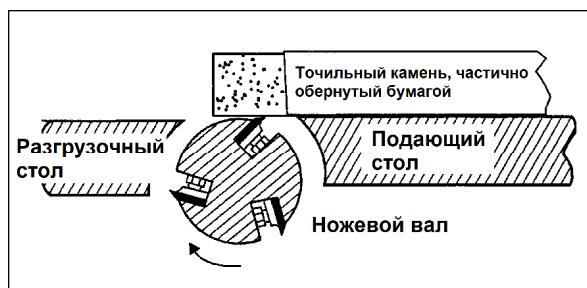

Рис. 34
3. Используйте мелкозернистый карборундовый точильный камень. Во избежание появления следов от камня на столе, обмотайте его бумагой, как показано на Рис. 34.